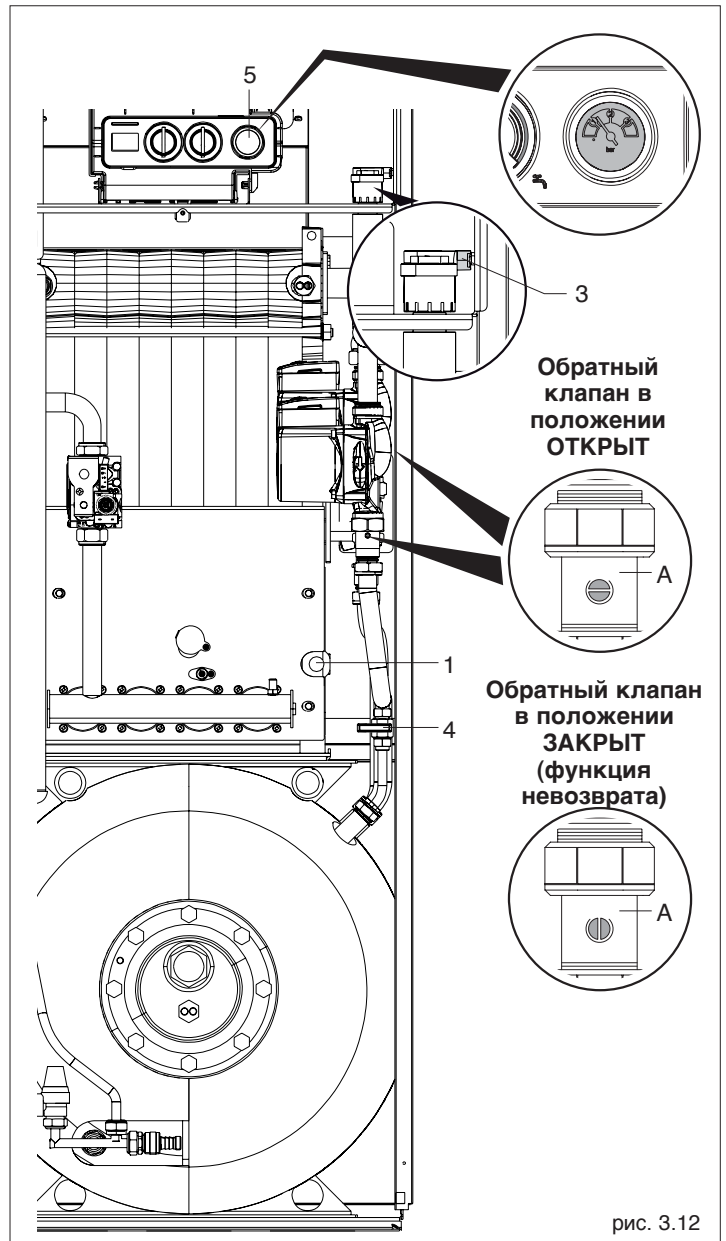

рис. 3.12
- Перед заполнением с системы убедитесь в том, что кран слива воды из системы закрыт (1) рис 3.11.
- Убедитесь в том, что открыты обратные клапаны (A) рис. 3.12, т.к. это упрощает заполнение системы (штифт на винте должен быть повернут перпендикулярно направлению потока);
- Ослабьте заглушку автоматического автовоздушника (3) рис 3.12, чтобы ускорить удаление воздуха из системы;
- Откройте подпиточный кран заполнения системы (4) и медленно заполняйте систему, пока манометр (5) в холодном состоянии не дойдет до значения 1,5 бар;
- Закройте подпиточный кран заполнения системы (4) и снова закрутите заглушку автовоздушника (3).
- Закройте обратные клапаны (A) (штифт на винте должен быть повернут горизонтально, в направлении потока);